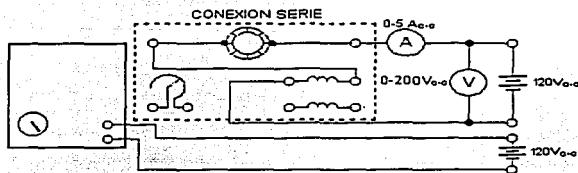

FIGURA 1
3. conectar el circuito de la figura 1.
3.	Conectó el circuito de la figura 1.